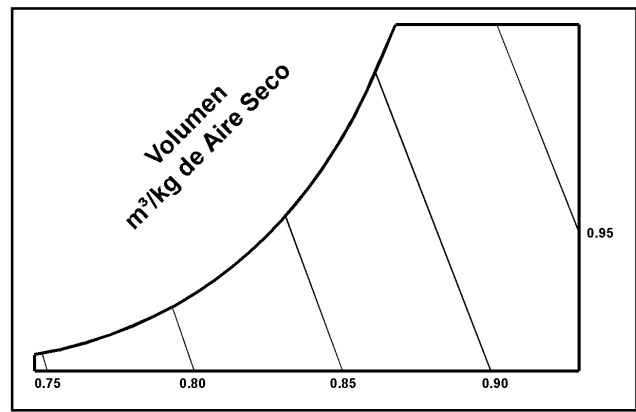

Figura 13.19 - Líneas de volumen específico en m³/kg de aire seco.
**7. Volumen Específico.**- En la figura 13.19, se muestran las líneas del volumen específico constante en una carta psicrométrica. Estas líneas están en un ángulo aproximado de 60° con la horizontal, y van aumentando de valor de izquierda a derecha. Por lo general, el espacio entre cada línea, representa un cambio de volumen específico de 0.05 m³/kg. Cualquier punto que caiga entre dos de estas líneas, naturalmente debe ser un valor estimado. Si se desea saber la densidad del aire a cualquier condición, como ya sabemos, se debe dividir uno entre el volumen específico, puesto que la densidad es la inversa del volumen específico y viceversa. Debido a que la mayoría de los cálculos en trabajos de aire acondicionado, se basan en el peso del aire en lugar del volumen de aire, se recomienda el uso del volumen específico (m³/kg de aire) en vez de la densidad (kg/m³ de aire).